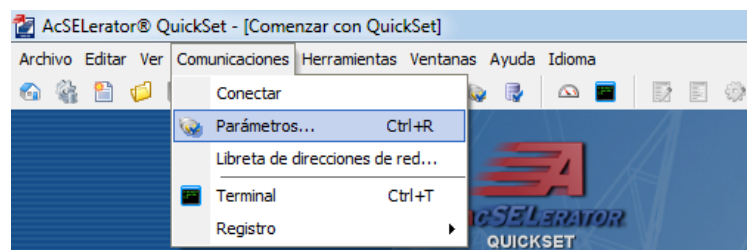

Figura 20. Parámetros
2. Ingresando a la opción “Comunicaciones” del menú del programa y en submenú desplegado ingresar a la opción “Parámetros”, como se ilustra en la figura 20.